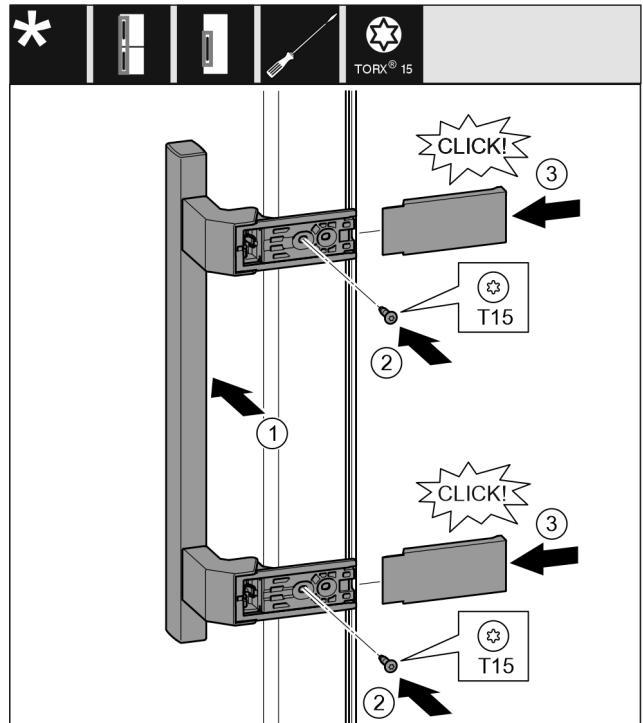

Fig. 17
- Встановіть ручку з протилежного боку. Fig. 17 (1)
- За допомогою викрутки T15 закрутіть гвинти. Fig. 17 (2)
- Встановіть збоку кришки і посуньте їх. Fig. 17 (3)